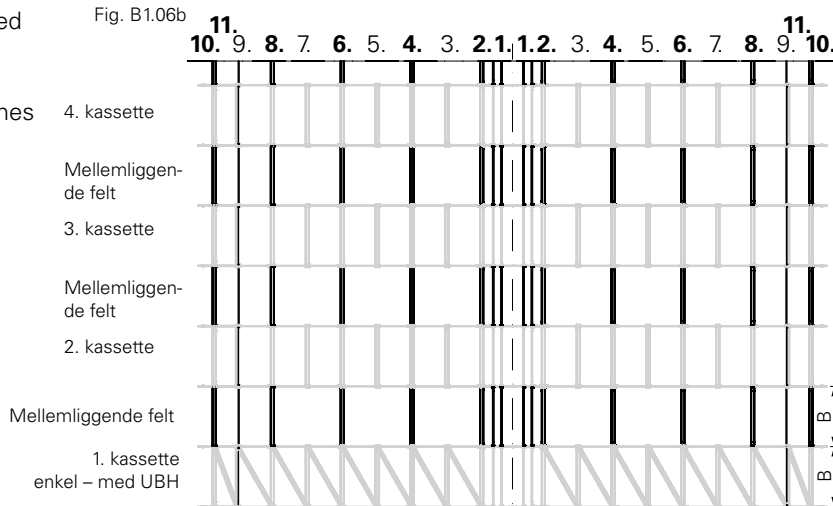

Fig. B1.07a
- 1. enkelt kassette (fig. B1.07a)